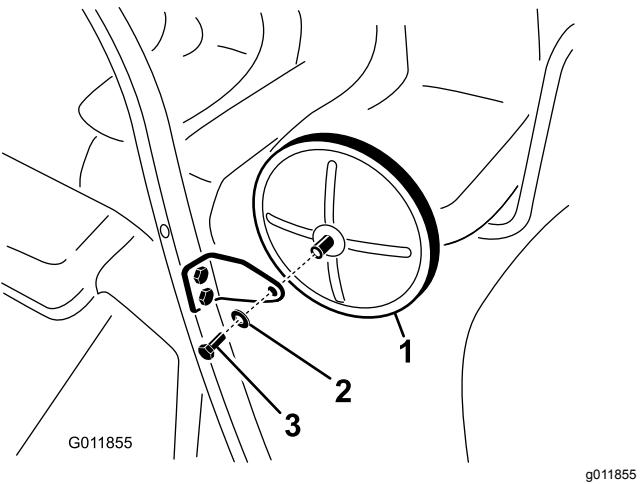

図 13
7. キット付属のねじとワッシャでマウントにミラーを 固定する図 13。